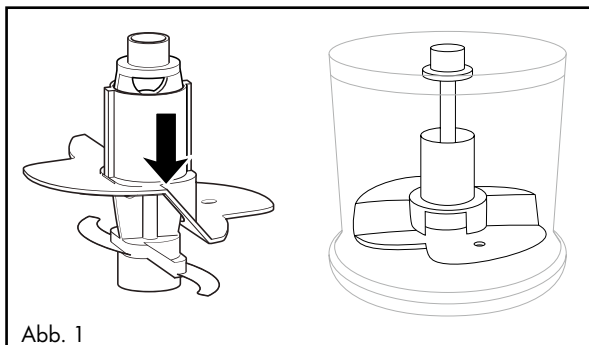

Abb. 1
- Für 100 ml Sahne stecken Sie ihn so auf den Messerhalter 5, dass der Quirlaufsatz 10 auf beiden Messern 7 aufliegt und einrastet (Abb.1):